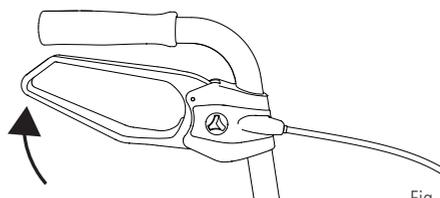

Fig. 5
1. Pour ralentir progressivement le rollator pendant la marche, tirez légèrement et de manière régulière les deux leviers de frein vers le haut (Fig. 5).